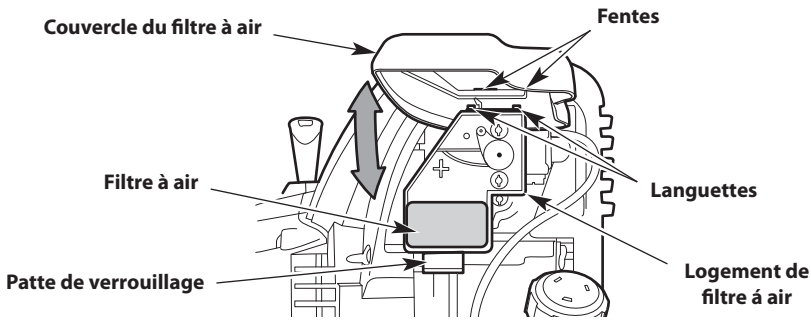

Fig. 26
1. Ouvrez le couvercle du filtre à air : appuyez sur la languette de verrouillage et faites pivoter le couvercle du filtre à air vers le haut (Fig. 26).
2. Retirez le filtre à air du logement du filtre à air (Fig. 26).
6. Réinstallez le filtre à air dans le logement du filtre à air (Fig. 26).
7. Fermez le couvercle du filtre à air : insérez les languettes de la logement de filtre à air dans les fentes du couvercle du filtre à air. Faites pivoter le couvercle du filtre à air vers le bas et appuyez pour le fermer jusqu'à ce que la languette de verrouillage s'enclenche (Fig. 26).